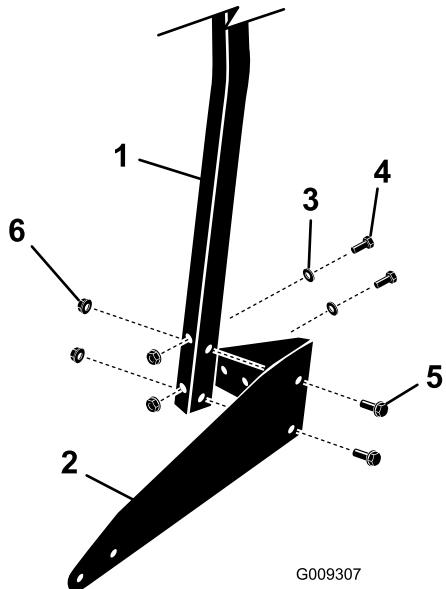

Figure 2
- Fixez légèrement les supports sur le tube de support arrière à l'aide de 4 boulons (5/16" x 2 $\frac{3}{4}$ "), 4 boulons (5/16" x 1 $\frac{3}{4}$ "), 4 rondelles plates (5/16") et 8 écrous à embase (5/16"), comme montré à la Figure 2.